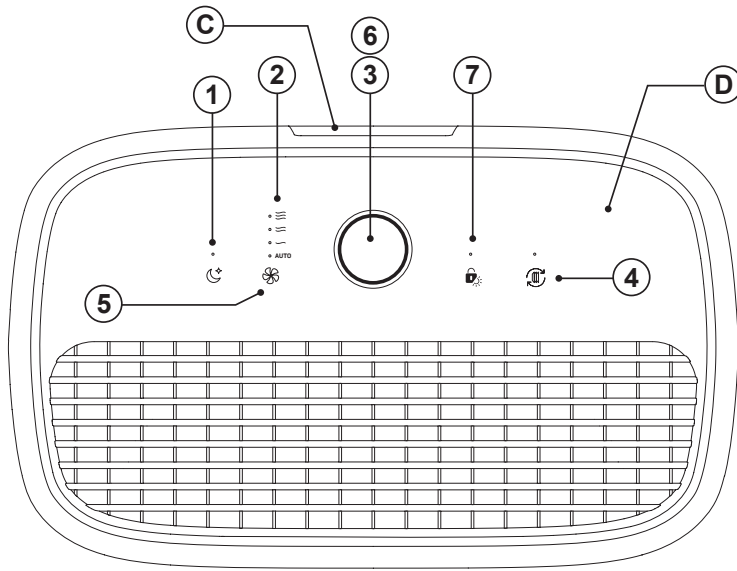

Fig.1
- Tire del asa de la cubierta posterior y retírela (FIG. 1)